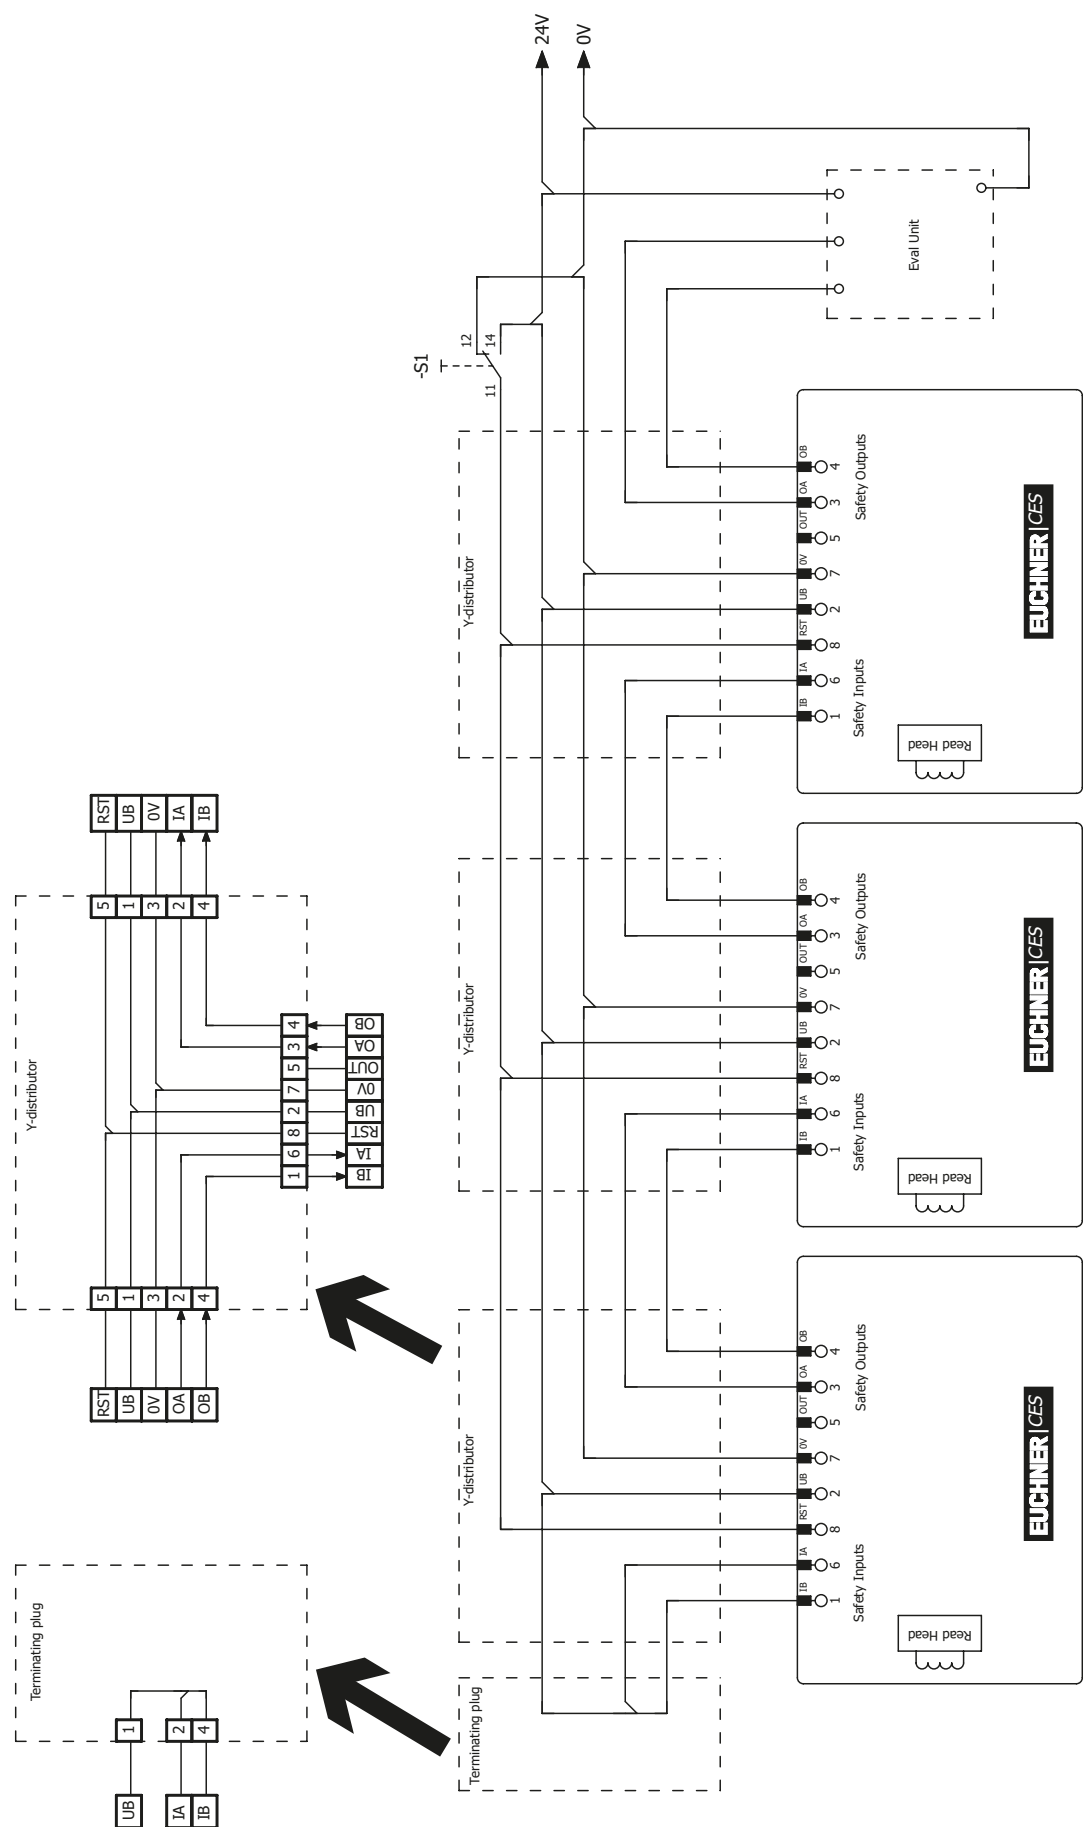

图4：配有复位和转换开关的串联接配线示例
- 开关链中的所有开关都必须使用共同的信号。这可以是转换开关或控制系统的输出。不宜使用按钮，因为工作时复位必须始终连接到GND（请参见第19页的图4中的开关S1）。
通常，应在断电状态下执行接线工作（例如在更换设备时）。某些特定系统则需在运行过程中执行接线和后续初始化。为此，必须按第19页的图4所示连接RST输入。